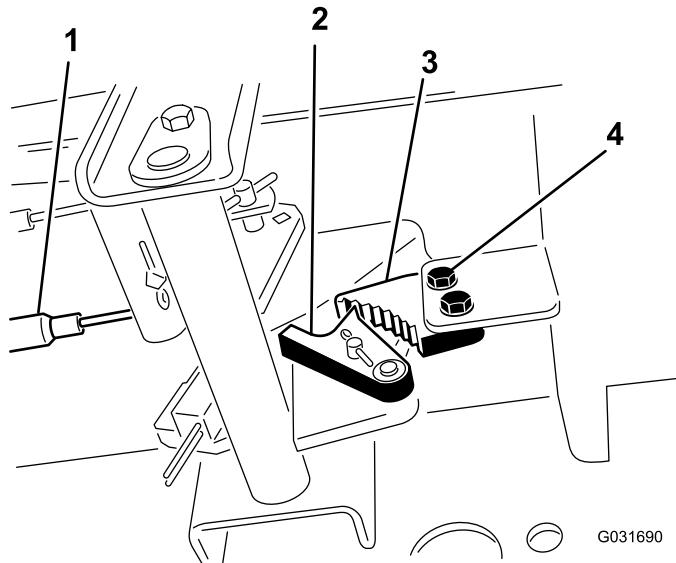

Рисунок 55
- Ослабьте два винта крепления защелки стояночного тормоза к раме (Рисунок 55).
- Винты (2)
- Нажмите педаль тормоза вперед до тех пор, пока фиксирующий элемент тормоза не войдет полностью в зацепление с защелкой тормоза (Рисунок 55).